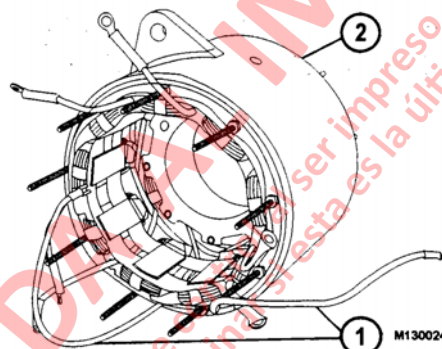

FIGURA 13-20
- Coloque el conjunto del estator y casco de costado, con los conductores de fase hacia la izquierda (Figura 13-20).